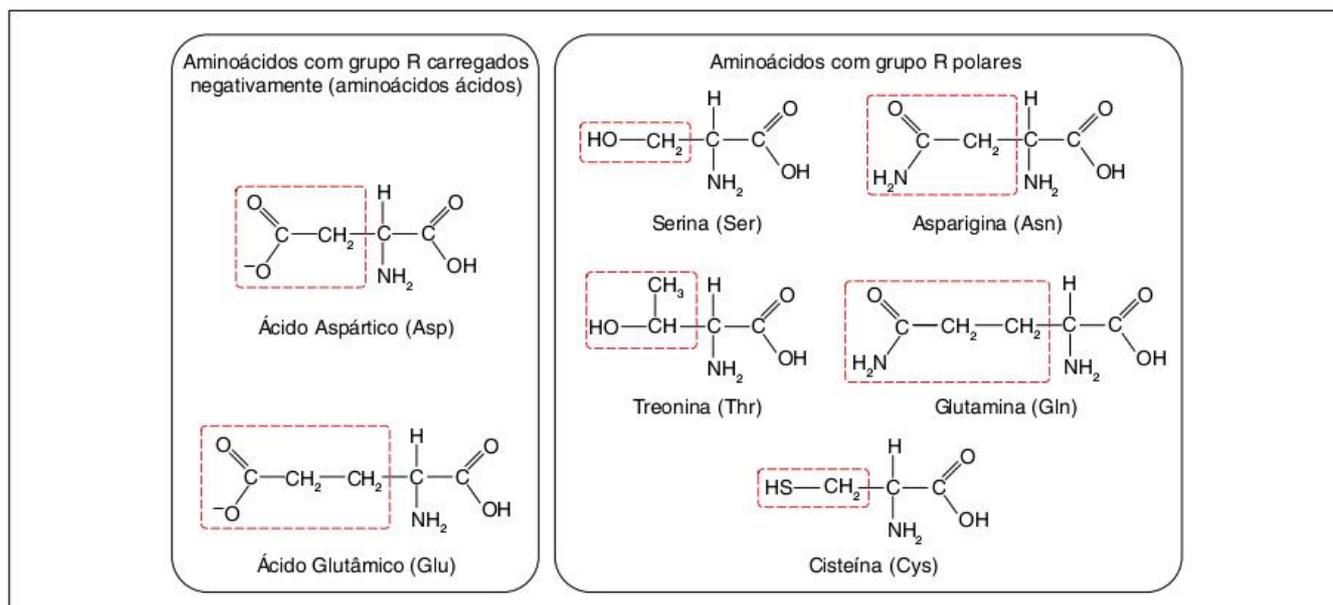

Fig. 3 Nome, abreviatura e classificação dos vinte α -aminoácidos primários.
Os α -aminoácidos estão agrupados de acordo com a característica de sua cadeia lateral (R), que varia em estrutura e carga elétrica, e influencia a solubilidade dos aminoácidos em água. A Fig. 3 indica o nome e a abreviatura, a estrutura e a classificação em relação ao grupo R dos vinte α -aminoácidos primários.